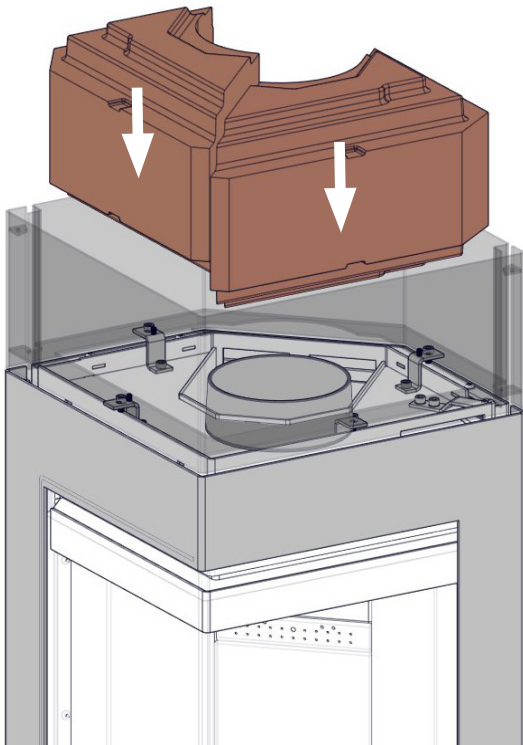
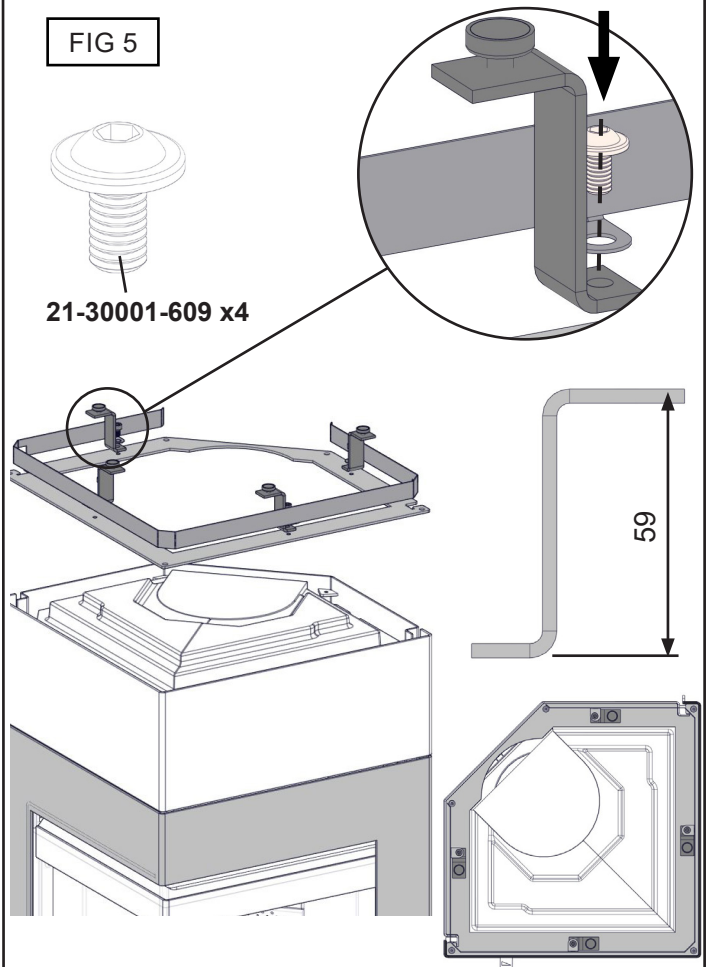

FIG 5
FIG 5b
5. Monter stål vinkler (59 mm) med magneter og en stål skjerm, med skruene til rammen som vist på Figur 5 / FIG5B. Fest rammen med stålvinkler og magneter med de medfølgende skruene.
5. Assemble steel top supports (59 mm) with magnets and a cover with socket set screw to the frame as shown on FIG 5/ FIG5B. Fasten the frame with steel supports and magnets by provided screws.
5. Monter les supports supérieurs en acier (59 mm) sur le châssis avec des aimants et un couvercle en utilisant les vis à pans creux comme indiqué sur la FIG 5 et la FIG5B. Fixer le châssis avec les supports en acier et les aimants en utilisant les vis fournies.
5. Montera de övre plåtstöden (59 mm) med magneter och skruva fast dem med låsskruvarna i ramen (se FIG 5/5B). Fäst ramen med plåtstöd och magneter med medföljande skruvar.
5. Montieren Sie die Stahlstützen für die Oberseite (59 mm) mit Magneten und eine Abdeckung mit Inbusstellschrauben am Rahmen, siehe Abb. 5/5B. Befestigen Sie mithilfe der beiliegenden Schrauben den Rahmen mit Stahlstützen und Magneten.